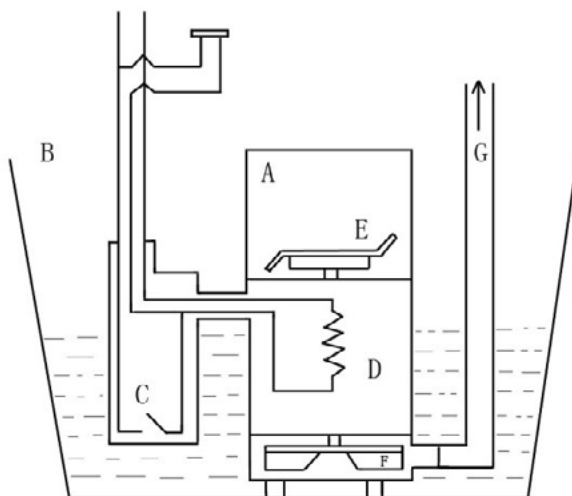

Рисунок 1 - Схема работы бытовых канализационных насосов серии ZFA.
Насос для унитазов оснащен электрическим насосом (D), который автоматически управляется поплавковым выключателем (C). Слив воды происходит при включении системы смыва, как в обычном туалете (смотрите Рисунок 1).